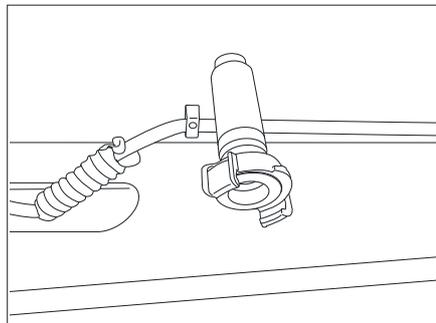

Bild 191 Frischwasseranschluss (Messingverrohrung)
- Frischwasser am Bajonettverschluss (Messingverrohrung, Bild 191) anschließen.
- Frischwasseranschluss (Messingverrohrung, Bild 191) entfernen.